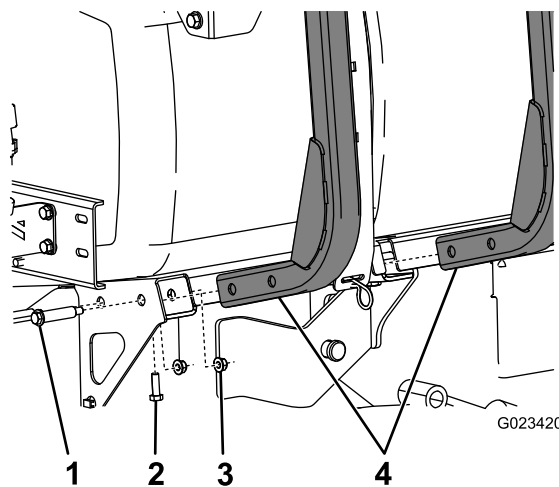

Рисунок 2
2. Прикрепите нижние части рам шлангового барабана к машине с помощью двух болтов (5/16 дюйма) и двух зажимных гаек (Рисунок 2).
1. Прикрепите две рамы шлангового барабана к боковой части машины с помощью 4 болтов с буртиками и 4 фланцевых гаек (5/16 дюйма), как показано на Рисунок 2.